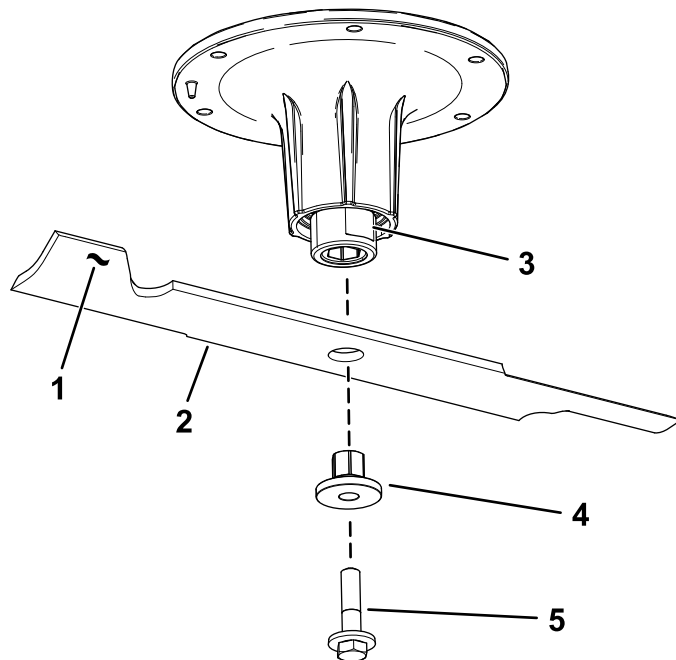

Figura 70
2. Rimuovete il bullone della lama, la boccola e la lama dall'albero del fusello (Figura 70).